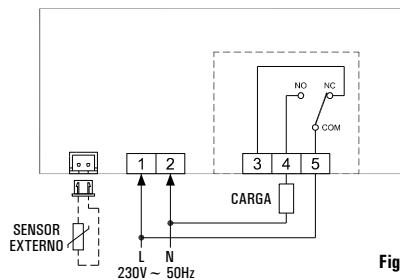

Fig. 5
- 4 Realizar las conexiones eléctricas, siguiendo los esquemas de conexión de Fig. 5 y 6.
La salida, terminales 3, 4 y 5, es libre de tensión y aislada con doble aislamiento respecto al resto del termostato. Es por tanto posible alimentar el termostato con alta tensión (230V ~) y contemporáneamente manejar una carga a baja tensión SELV (24V ~), como es visible en Fig. 5 y 6.